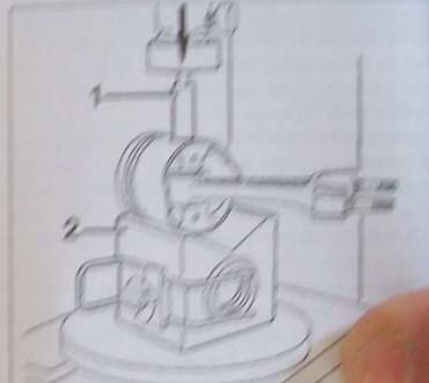

FIG. 54
2. Poser la tête du piston sur un support en "Y" et aligner l'axe du piston avec le tour de l'arbre à manivelle (Fig. 54).
3. À l'aide d'un mandrin (5) de diamètre approprié (voir tableau 10/1-10/2), chauffer l'axe du piston à la grappe.